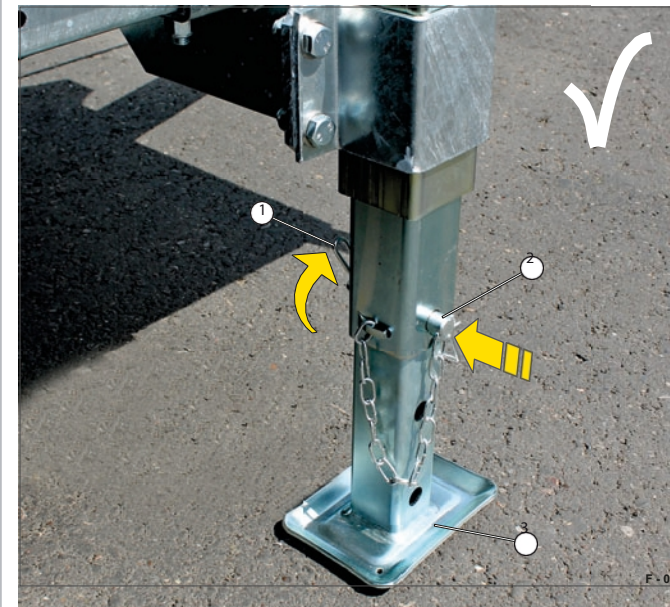

Fig. 16 Teleskopiskt vevstöd i stödläge
- För in stickstiftet (Fig. 16/2) genom perforeringarna.
- Säkra hylsstiftet mot att falla ut - Vrid fästet (Fig. 16/1) runt och placera det på hylsstiftet.
- Ställ in alla stöd på samma höjd. Nivelleringsfoten (Fig. 16/3) är fastspänd.